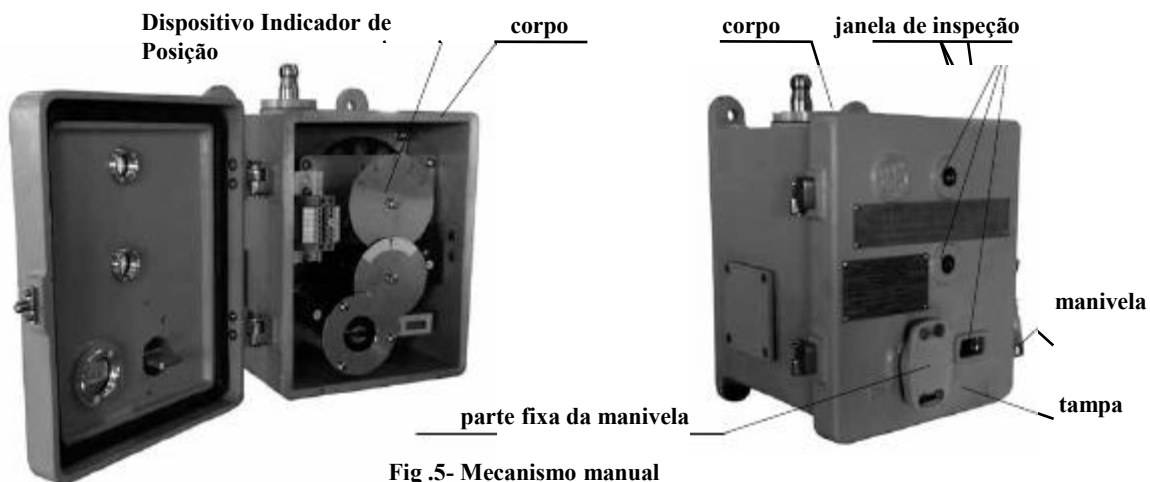

Fig.5- Mecanismo manual
3.2.3 Unidade de comando manual (Fig.5): Consiste do tanque, tampa do tanque, mecanismo de engrenagens internas e indicador de posição. Trinta e três voltas na operação manual, muda uma posição do comutador.
Abrir a tampa de acesso a manivela, retirar parte do dispositivo e montar a manivela para então girar 33 ciclos. Observar através da janela se a indicação da posição está correta. Mantenha girando até que a seta vermelha esteja alinhada com a linha vermelha da placa indicadora. Retirar a manivela e inserir parte do dispositivo retirado para que o comutador esteja pronto, e o transformador possa retornar a sua atividade (Ver Fig. 5).